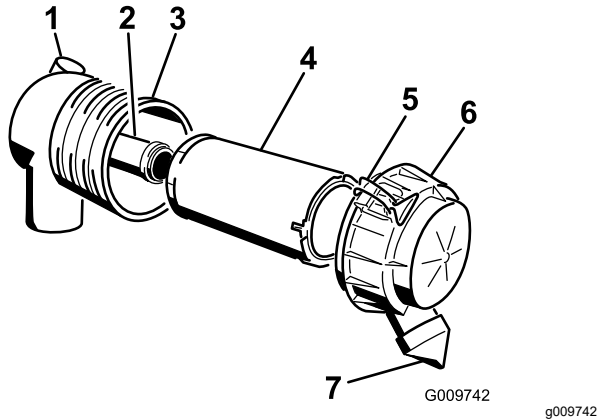

Bild 54
1. Schieben Sie den Hauptfilter vorsichtig aus dem Luftfiltergehäuse heraus (Bild 54).
4. Wenn Sie den Sicherheitsfilter auswechseln, schieben Sie den neuen Filter vorsichtig in das Filtergehäuse (Bild 54).
6. Bringen Sie die Luftfilterabdeckung so an, dass die Seite mit UP nach oben zeigt, und rasten Sie die Riegel ein (Bild 54).